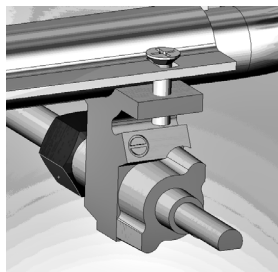

Рис. 6 Кран газовый с винтом малого пламени
- б) винт крана «малое пламя» (расположен сбоку см рис. 6) закрутить по часовой стрелке до упора;